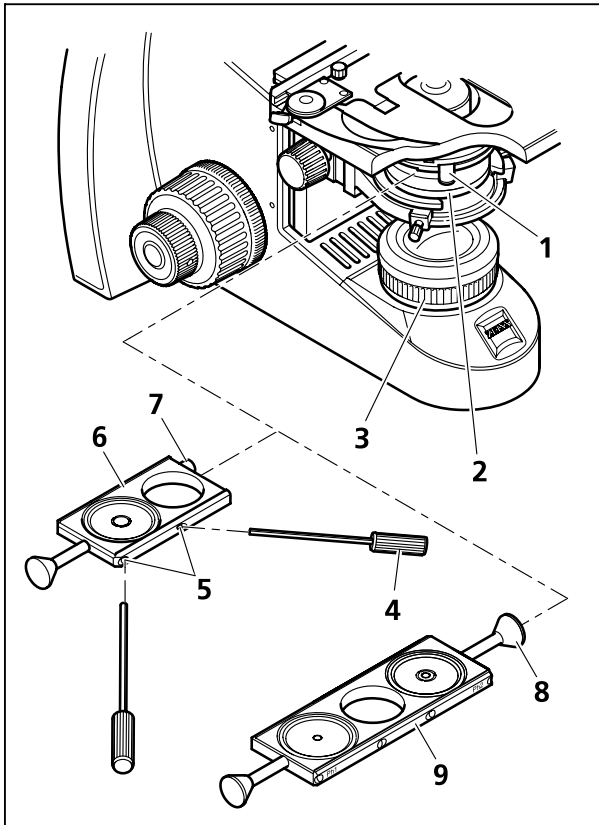
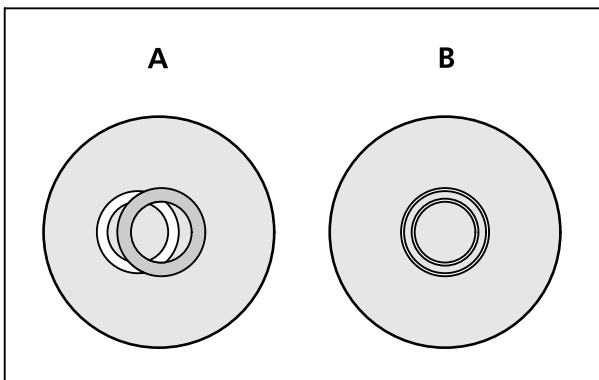

Рисунок 22 Вставление задвижки
Рисунок 23 Центрировка кольцевой диафрагмы
- Открыть полевую диафрагму осветителя (Рисунок 22/3) на штативе. Открыть апертурную диафрагму на конденсоре Аббе (Рисунок 22/2). с помощью рычага (Рисунок 22/1).
- Смонтировать задвижку с одной (Рисунок 22/6) или двумя (Рисунок 22/9) позициями для фазового контраста (Ph), подходящую для выбранного объектива.
- Задвижки Ph 1, Ph 2 или Ph 3 (Рисунок 22/6):
Сначала выкрутить винт задвижки (Рисунок 22/7). Затем вдвинуть задвижку слева в конденсор Аббе и снова закрутить винт (Рисунок 22/7).
- Задвижки Ph 1 / Н / Ph 2 (Рисунок 22/9):
Выкрутить ручку (Рисунок 22/8) на правой стороне. Вдвинуть задвижку (Рисунок 22/9) слева в конденсор Аббе (если задвижка вдвинута правильно, то надписи Ph1 и Ph2 при наблюдении правильно расположены – неперевернутыми в горизонтальном и вертикальном направлениях). Ручку снова закрутить.
- Проконтролировать правильность центри-ровки кольцевой диафрагмы в соответст-вии с иллюстрацией (Рисунок 23). Для этого следует вынуть один из окуляров и заменить его диоптером.
- Двумя центрировочными винтами задвижки (Рисунок 22/5) провести при необходимости центрировку кольцевой диафрагмы (Рисунок 23/А) с помощью обоих 1,5-миллиметровых торцовых шестигранных ключей (Рисунок 22/4) до тех пор, пока изображение не будет идентично с иллюстрацией (Рисунок 23/В).